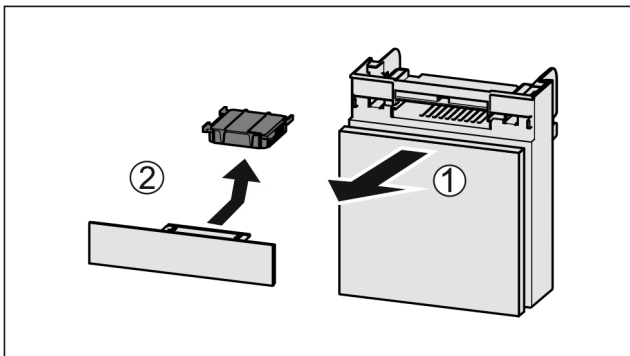

Fig. 180
- ▶ Fach nach vorne herausziehen Fig. 180 (1).
- ▶ Aktivkohlefilter entnehmen Fig. 180 (2).